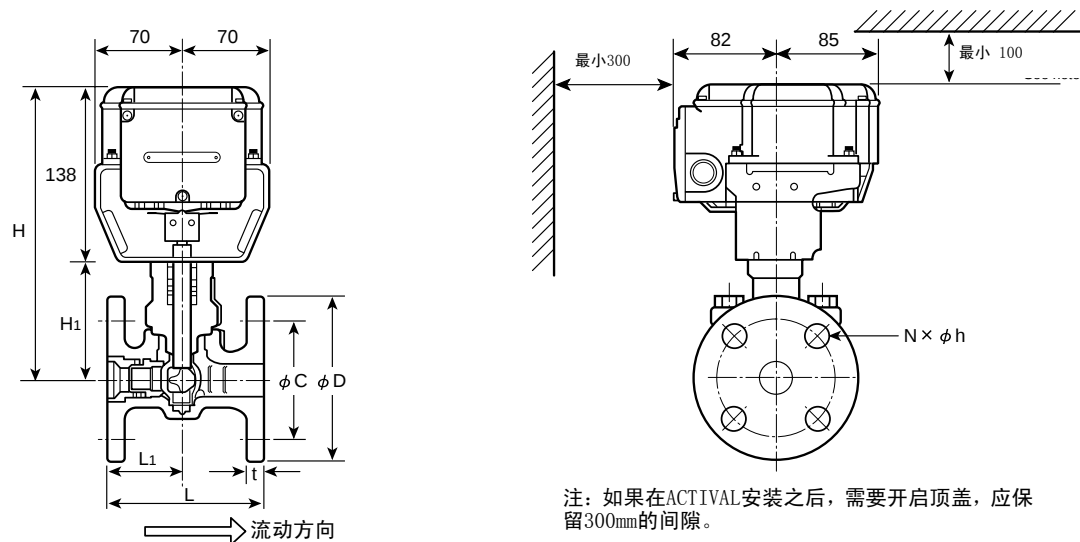
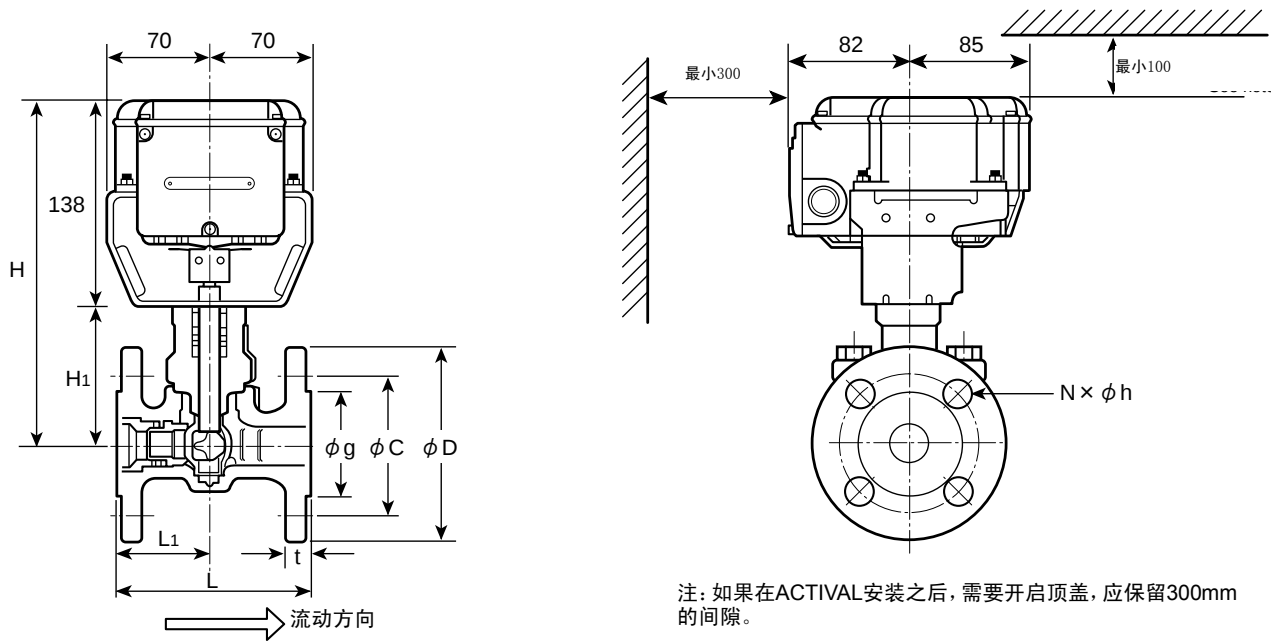

图 1 尺寸 (mm): 阀体 (JIS FC200)
图2 尺寸 (mm): 阀体 (JIS SCS13A)
- 2) 将ACTIVAL 安装在便于维护和检查的位置。图1和图2显示了用于维护和检查的最小间隙。将ACTIVAL 安装在最高位置时，在阀门下放置一个接水盘。